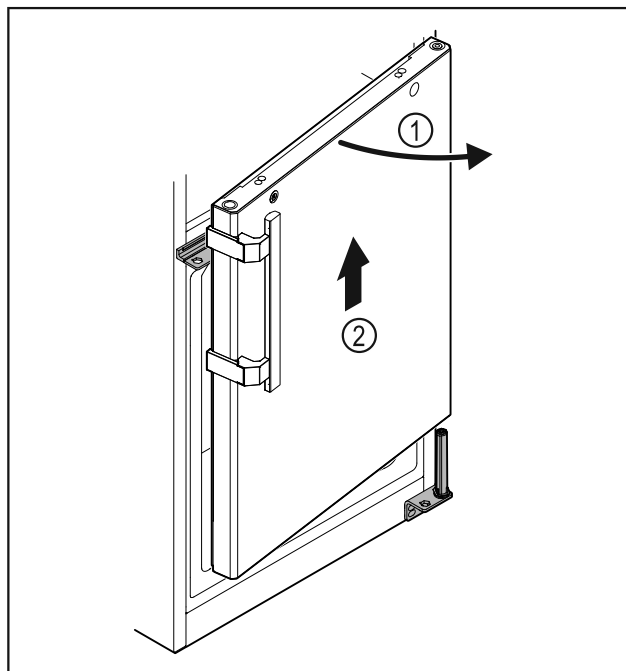

Fig. 28
- ▶ Vrata Fig. 28 (1) rahlo odprite za približno 200 mm in dvignite naravnost navzgor ter snemite Fig. 28 (2).